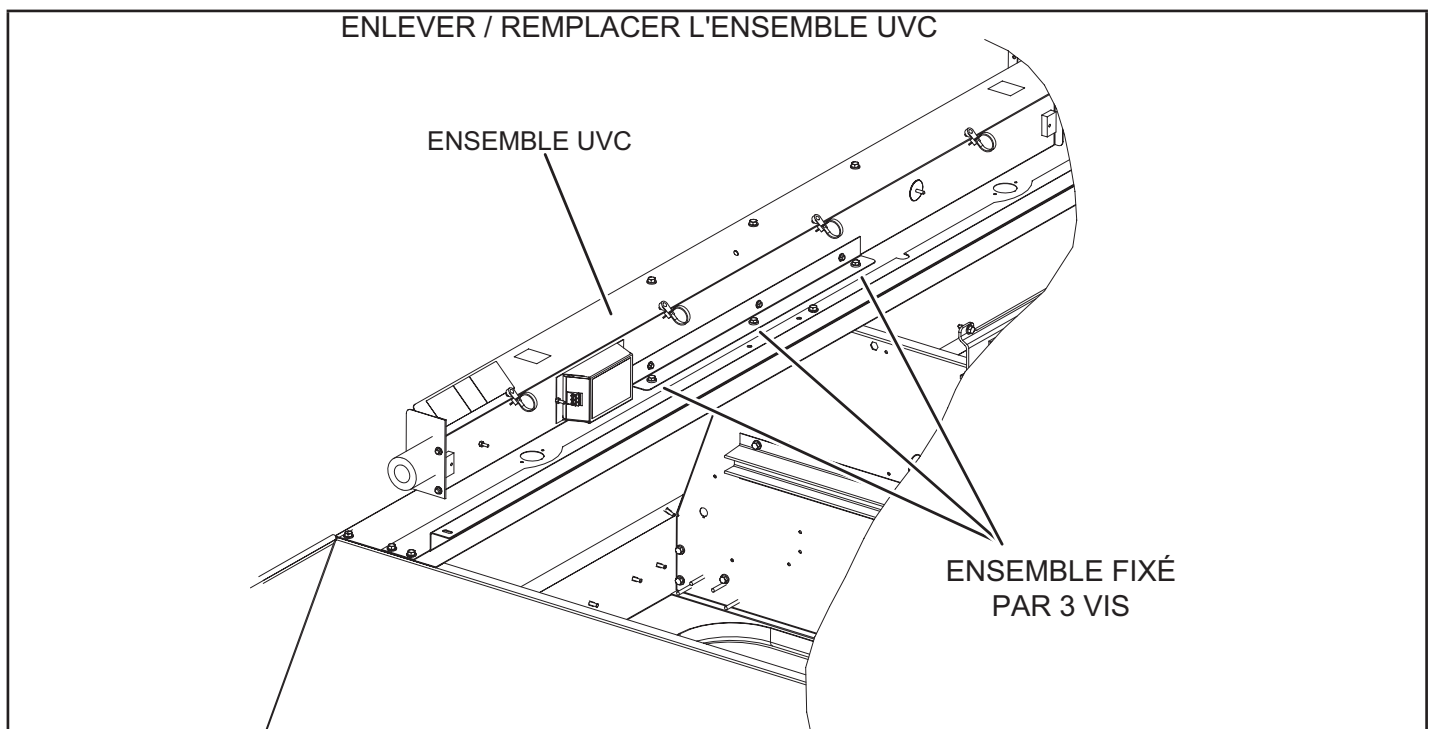

FIGURE 55
- 5 - Retirer et conserver les 3 vis qui fixent l'ensemble UVC. Sortir délicatement l'ensemble UVC en le faisant glisser par la porte d'accès au ventilateur. Voir FIGURE 55.